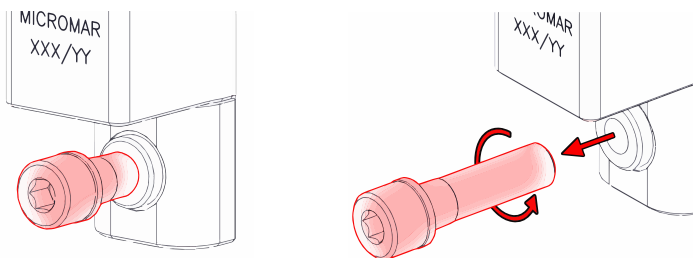

Figura 16
2. Insira as Barras de Extensão, cada uma em sua posição, na parte interna do Aro (Figura 16);